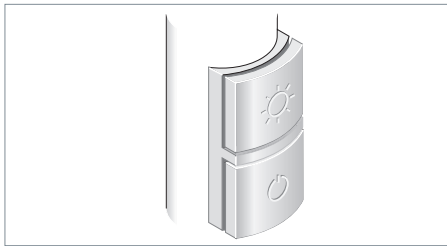

Fig. 16: Bedienelement bei synchron bedienbarer Leuchte (Standard).
- Bedienelement bei synchron bedienbarer Leuchte (Standard), siehe Fig. 16
- Drücken Sie die obere oder die untere Taste, siehe Fig. 16.
- Drücken Sie die untere Taste, siehe Fig. 16.
- Drücken Sie die obere Taste und halten Sie diese Taste gedrückt, siehe Fig. 16. Nach ungefähr einer Sekunde verändert die Leuchte ihre Helligkeit. Der Farbbalken zeigt den Dimmwert an.